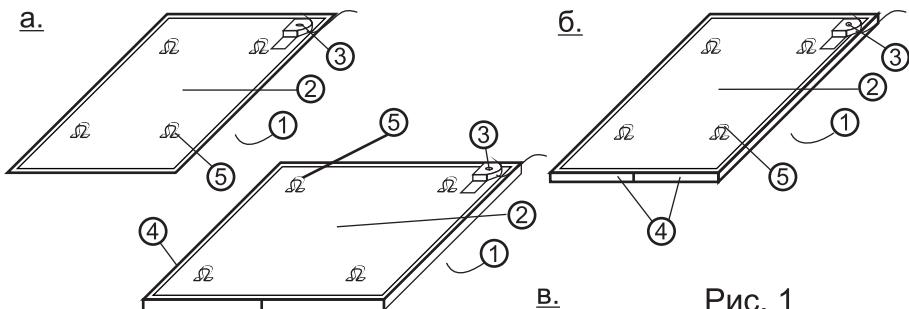

Рис. 1
- * Обогреватели ЭРГНА (Рис.1а,б,в,) состоят из следующих основных частей:
- * У обогревателя ЭРГНА- 0,5/220 (п) П (рис.1 а) греющая панель и защитный вкладыш, завальцованные между собой, представляют собственно корпус обогревателя. С обратной стороны обогревателя, на вкладыше имеются четыре скобки 5 для навески. Обогреватель нетеплоизолированный, поэтому целесообразно использовать его для обогрева помещений с высотой потолков не ниже 3 м.
* У обогревателя ЭРГНА- 0,5/220 (п) ПТ (рис. 1б), ЭРГНА- 0,5/220 (п) КТ, ЭРГНА- 0,3/220 (п) КТ, ЭРГНА- 0,4/220 (п) КТ (рис.1 в) греющая панель и защитный вкладыш разделены между собой слоем минеральной теплоизоляции и соединены в плоский, прямоугольный корпус с помощью обечеек 4. Слой теплоизоляции позволяет отдавать основную часть тепла в направлении обогреваемого пространства и предохраняет от недопустимого нагрева низкие, до 3 м., потолочные перекрытия.